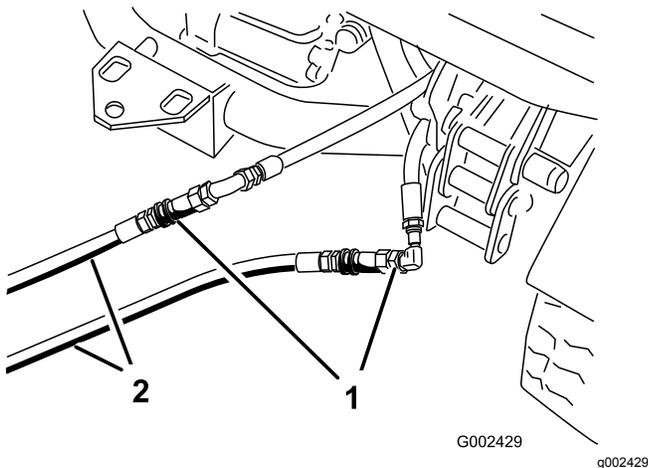

Figura 85
- En la máquina inmovilizada, conecte las dos mangueras de interconexión a las mangueras que fueron desconectadas (Figura 85).